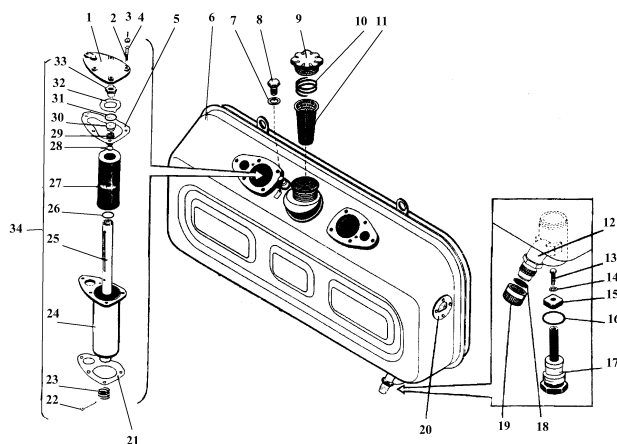

Рис. 40. Гидробак
Уровень масла в гидробаке проверяйте по смотровому окну 20 (рис. 40), масло должно быть видно в смотровом окне. Чистое и хорошо профильтрованное масло заливайте через фильтр заливной горловины 11. При проверке уровня масла в гидробаке убедитесь в отсутствии пенообразования.
- а) Отверните гайки крепления 3 (см. рис. 40) и снимите крышку 1.
а) демонтируйте шланг низкого давления, слив рабочую жидкость из трубопроводов гидросистемы, для чего предварительно выверните пробку 8 (см. рис. 40) ;